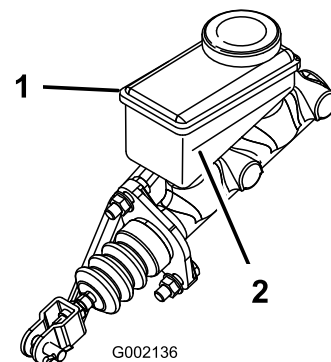

Figura 123
5. Mire el contorno del nivel de aceite en el lateral del depósito (Figura 123).
- B. Añada líquido de frenos DOT 3 al depósito hasta que el nivel esté por encima de la línea de mínimo (Figura 123).